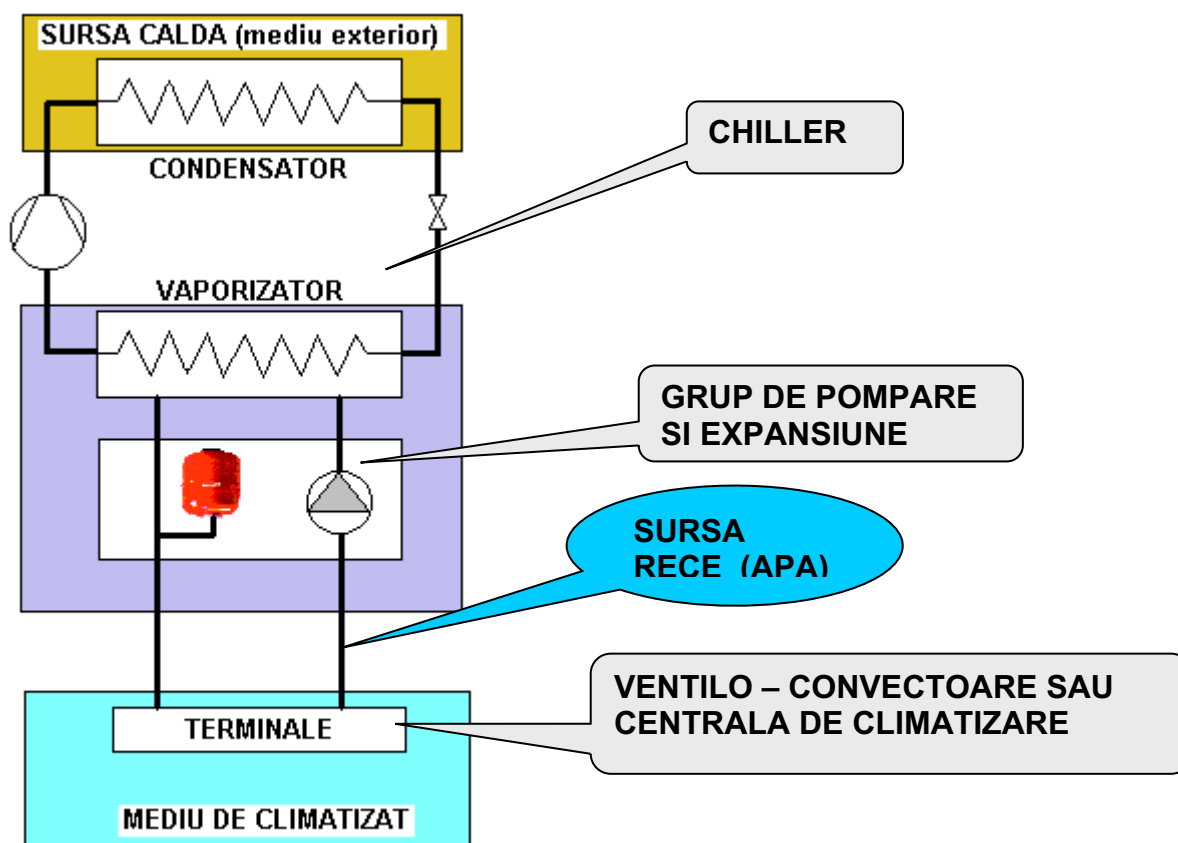

Fig. 6
D.5.2. EXPANSIUNE INDIRECTA (RACITOR DE LICHID sau GRUP FRIGORIFIC) - In acest caz apare un fluid intermediar – APA - care este sursa rece (regim vara), sau sursa calda (regim iarna). Apa este racita in Grupul Frigorific(Chiller) si este transmisa prin intermediul Grupului de Pompe la Terminale (ventilo-convectoare sau centrale de climatizare), unde are loc un al doilea schimb de caldura APA / AER (Fig.6)